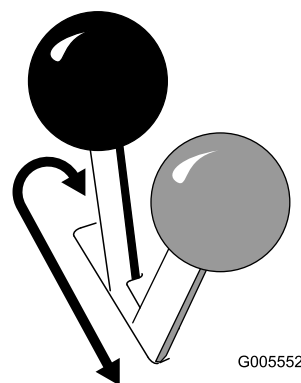

Figura 13
- Para poner el freno de estacionamiento, empuje la palanca hacia adelante y hacia la izquierda, y luego tire de ella hacia atrás (Figura 13).
- Para quitar el freno, empuje la palanca hacia adelante y luego a la derecha, a la muesca (Figura 13).